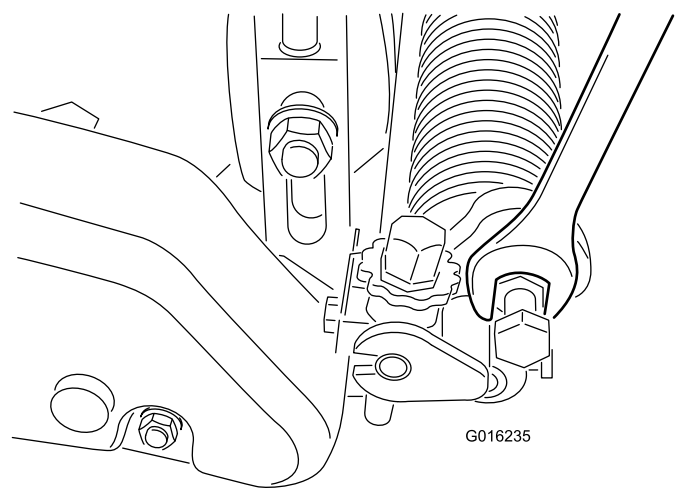

Рисунок 24
- В. Поверните рычаги вверх или вниз в положение А или В (Рисунок 24).